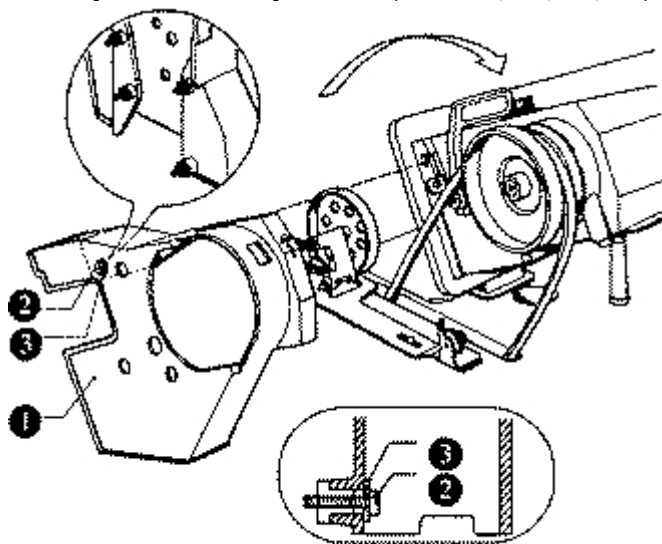

рис.12
7. Установка кожуха клиноременной передачи. (Рис. 12, 13, 14, 15)